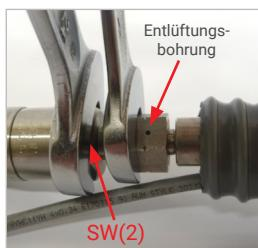

Abbildung 12
- Wenn an der Überwurfmutter des Schlauches eine Entlüftungsbohrung (siehe Abbildung 12) vorhanden ist, darf diese nicht verdeckt werden. Hier muss der Druck beim Lösen ungehindert entweichen können. Halten Sie die Entlüftungsbohrung weg vom Körper und Ihrem Gesicht. Halten Sie Ihre Hände und Finger weg von der Bohrung
- Lösen Sie die Verschraubung des Füllschlauches am Anschluss „B2“ des Nippeleinsatzes der Abreißsicherung. Hierzu an der Schlüsselweite SW(2) des Nippeleinsatzes gegenhalten (Abbildung 12).
Vorsicht: Wenn an der Überwurfmutter des Schlauches eine Entlüftungsbohrung vorhanden ist, darf diese dabei nicht verdeckt werden (Abbildung 12).